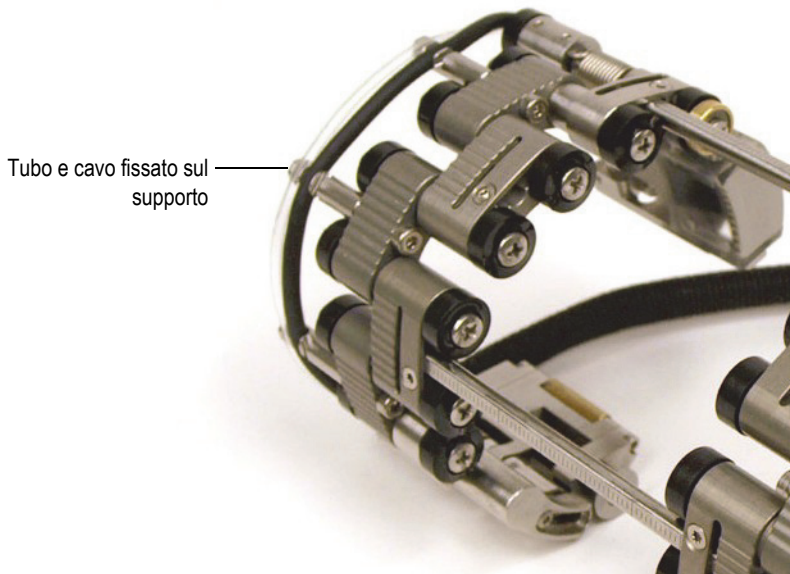

Figura 2-6 Fissaggio del tubo e del cavo sul supporto
3. Nello scanner, fissare i cavi e i tubi nel supporto del sistema di gestione dei cavi (vedere Figura 2-6 a pagina 39).